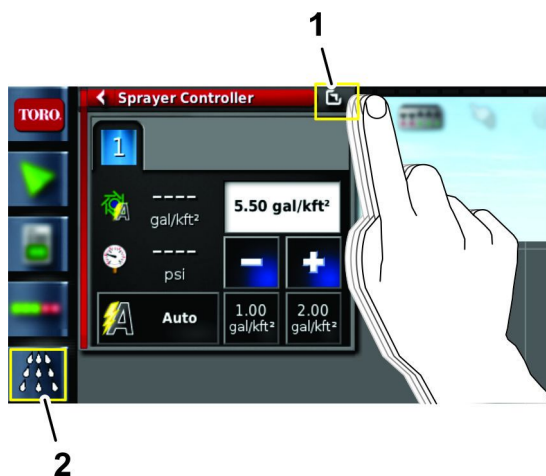

Figura 132
6. Pressione o ícone Controlo da taxa de aplicação e, em seguida, deslize o dedo no ícone Ecrã inteiro, no canto superior direito da janela de comando do pulverizador (Figura 132).